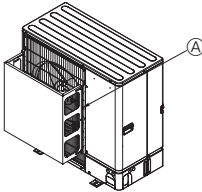
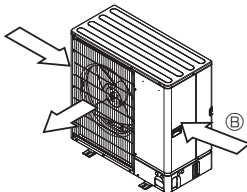

Fig. 2-5
Fig. 2-6
- ② Installieren Sie eine als Sonderzubehör erhältliche Luftauslassführung, wenn die Anlage an einem Aufstellort installiert ist, an dem die Gefahr besteht, dass starker Wind direkt in die Luftaustrittsöffnung bläst. (Fig. 2-5)
- ③ Luftauslassführung
- ③ Bringen Sie die Anlage so an, dass die Abluft aus der Luftaustrittsöffnung im rechten Winkel zu derjenigen Richtung geführt wird, aus der saisonal bedingt starker Wind bläst. (Fig. 2-6)
- ⑤ Windrichtung